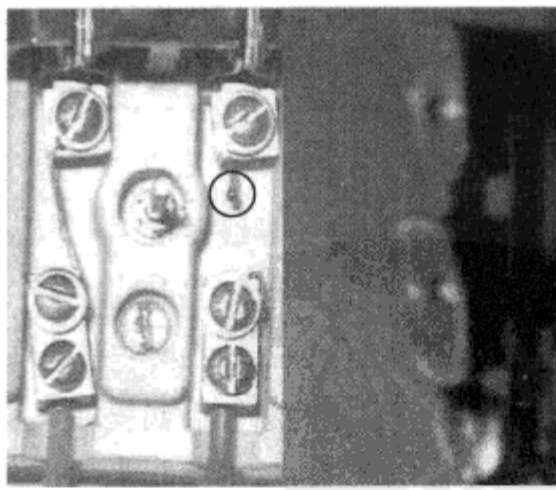

图 1-23 熔丝熔断
- ③ 短路故障发生后, 电路的保护元件(如熔断器、断路器等)会熔断或动作, 如图 1-23 所示。保护元件可能控制多个回路组成的区域, 因而检修电气短路故障时, 必须先从故障区域中找出故障回路, 然后在故障回路中找到短路故障点。